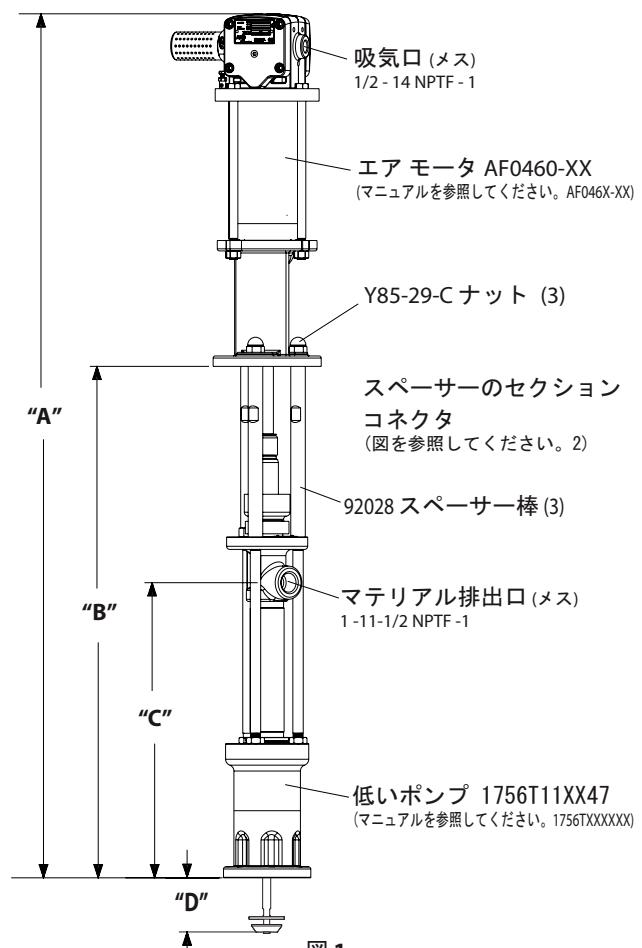

図 1
2. 3つの (Y85-29 C) ナット 3 スペーサー棒から削除します。(図 1 を参照)。